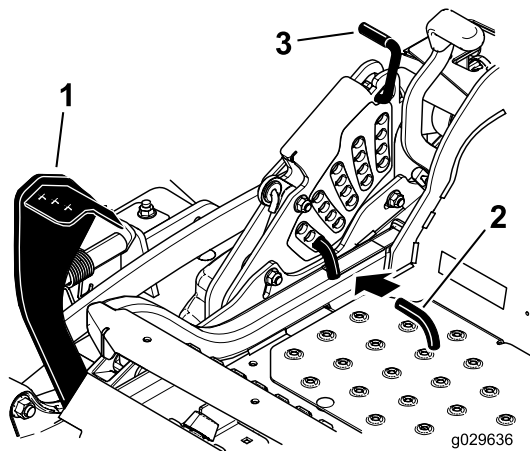

Figura 91
5. Empuje el pedal de elevación de la carcasa hacia delante del todo; la carcasa se enganchará en la posición de TRANSPORTE de 14 cm (5½") (Figura 91).